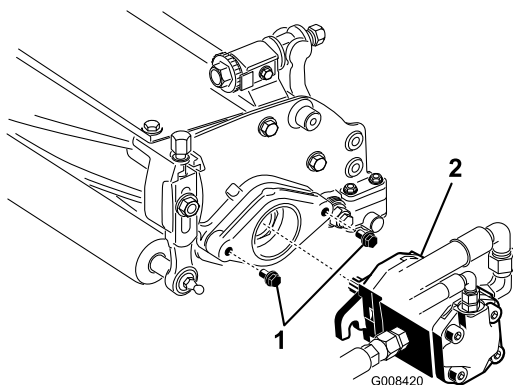

Figura 18
10. Coloque os parafusos de montagem para o motor dos cilindros em cada uma das unidades de corte. Deixe uma folga de aproximadamente 13 mm em cada parafuso de montagem (Figura 18).
12. Cubra o eixo do motor com massa lubrificante limpa e monte o motor, rodando-o no sentido dos ponteiros do relógio até que a folga das cavilhas do motor tenha sido eliminada. Rode o motor no sentido contrário ao dos ponteiros do relógio até que as flanges do motor cubram completamente as cavilhas (Figura 18).
13. Aperte os parafusos de montagem (Figura 18).